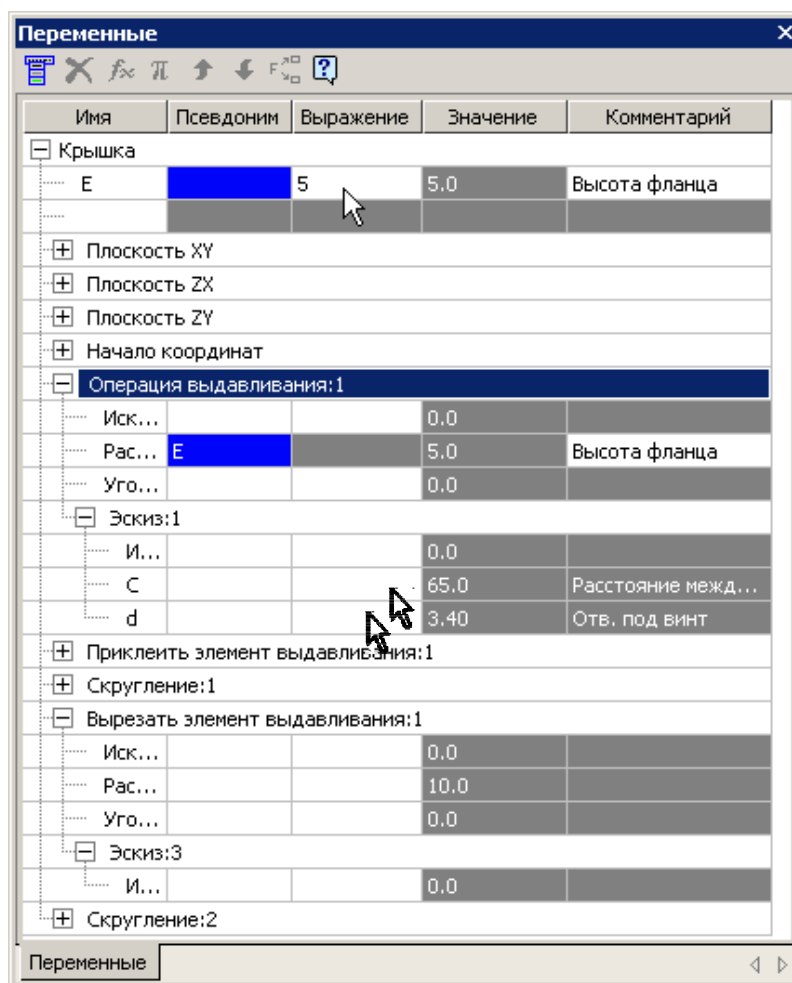

Рис. 6
• Для детали «Крышка» введите необходимые значения в графу «Выражение» для переменных E , и C , рис. 6. Отредактируйте свойства детали (обозначение, наименование, материал).